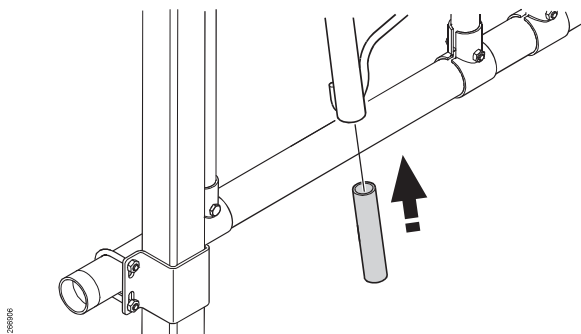

Fig. 40: Fjerne transponderbeskyttelsen.
3. Hvis det gamle dreibare røret er utstyrt med transponderbeskyttelse, må denne fjernes og settes inn i det nye dreibare røret (se Fig. 40).